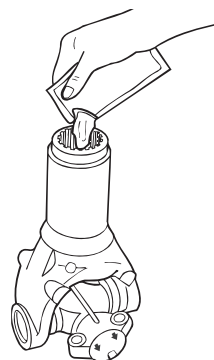

Figura 4.18
2. Use el paquete de grasa suministrado con el yugo deslizante y aplique la cantidad total de grasa en el yugo deslizante. Figura 4.18.